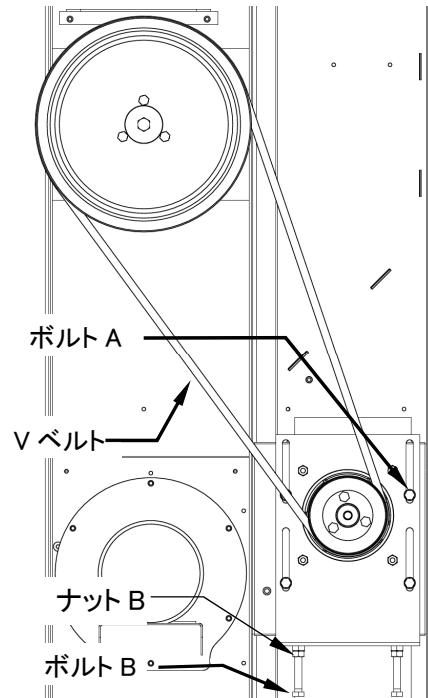

図 9-1
### 9.3.1 Vベルト(図 9-1)
- ・機械後方に回り、V ベルトを外します。(図 9-1)